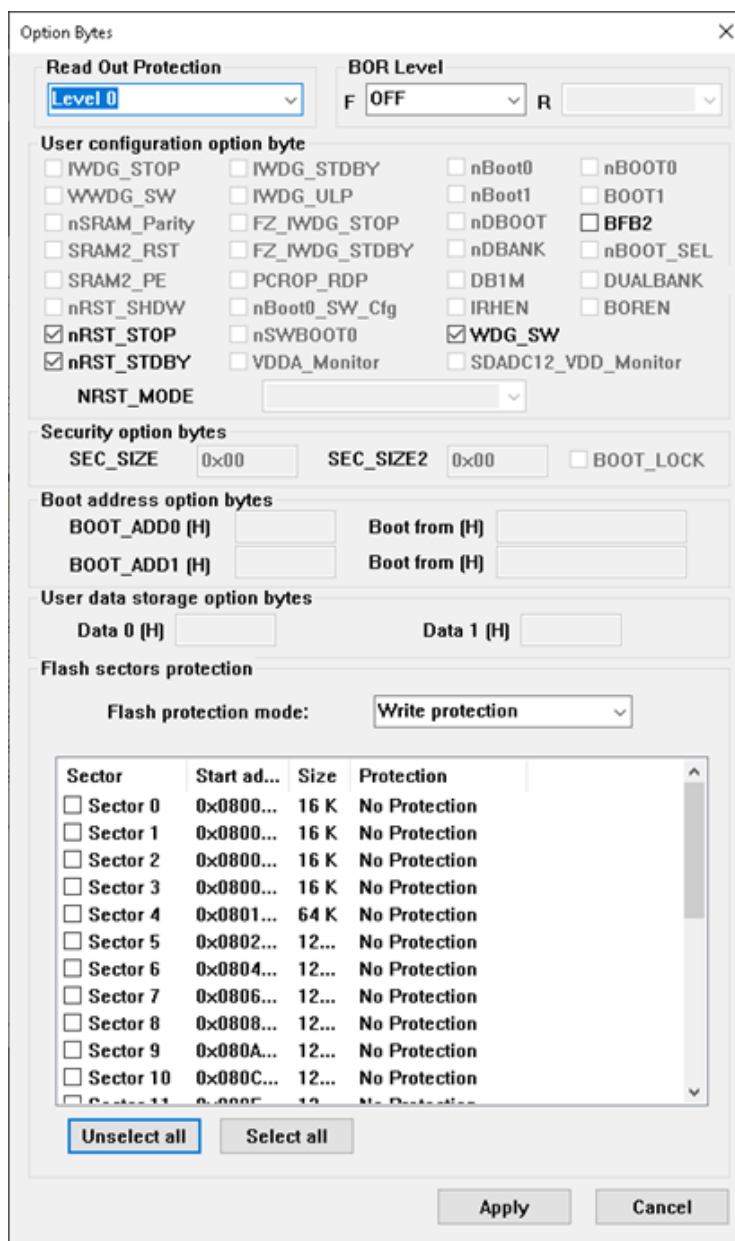

Рисунок 22
2.3.3 В окне программы зайдите в меню «Target > Option Byte» и выберите там настройку «Level 0» (рисунок 22), затем нажмите «Apply».